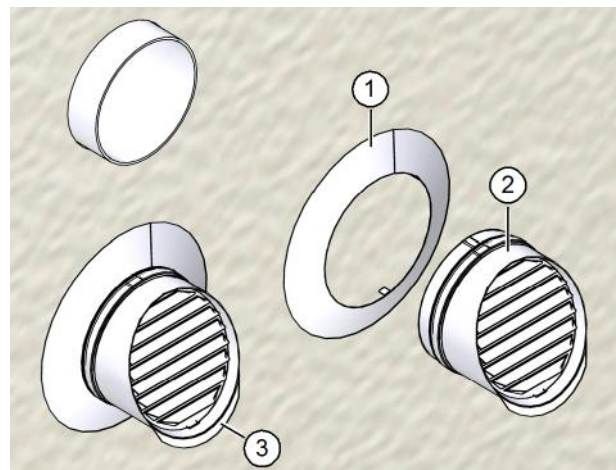

Abb. 15: Fassadenabschlüsse anbringen
- ▶ Setzen Sie die Rosetten (Pos. 1 in Abb. 15) von hinten auf beide Fassadenabschlüsse (Pos. 2 in Abb. 15) auf.
- ▶ Richten Sie die Tropfnasen (Pos. 3 in Abb. 15) nach unten aus.